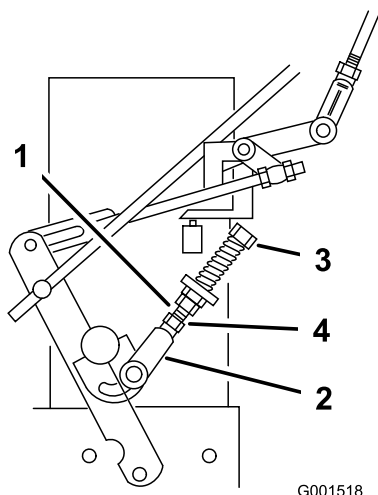

Figura 31
9. Se la ruota gira mentre la leva della trazione è trattenuta in posizione di FOLLE, è necessario regolare il tirante del comando di folle (Figura 31).
10. Allentate il dado contro la forcella della tiranteria del comando di folle (Figura 31).
11. Regolate la tiranteria del comando di folle fino a quando la rispettiva ruota della trazione non si arresta mentre la leva della trazione viene tirata contro la molla di folle (posizione di FOLLE), come illustrato nella Figura 31.
Se la ruota gira in avanti, ruotate il bullone di regolazione di circa 1/4 di giro in senso antiorario (Figura 31).